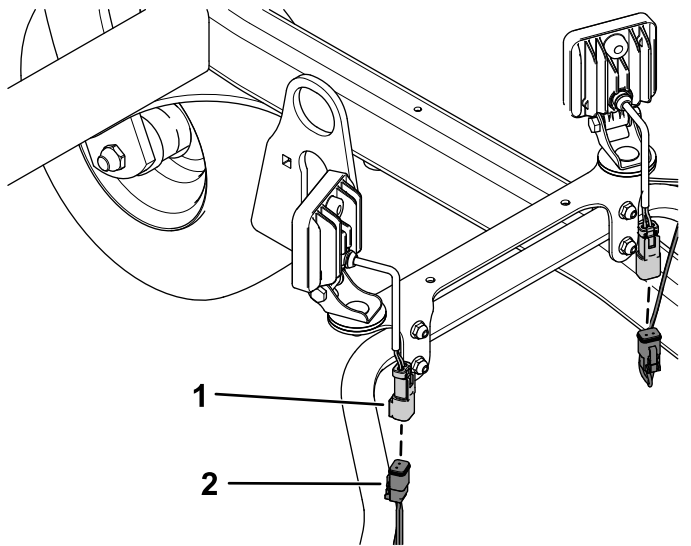

図3
1. 機体前部にある2つのコネクタをLEDライトに接続する 図3。